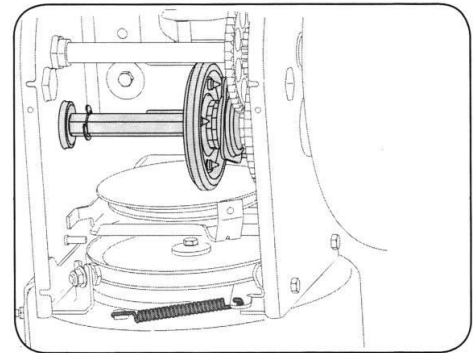

Figura 11
2. Aplique uma leve camada de massa lubrificante multiusos para todas as condições meteorológicas no eixo hexagonal. Veja a Figura 11.